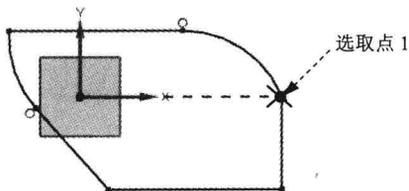

图 1.3 选取约束对象
(1) 添加约束 1。单击“约束”按钮 ; 根据系统 **选择要创建约束的曲线** 的提示, 选取图 1.3 所示的点 1, (直线的上端点) 和 X 轴, 系统弹出“约束”工具条, 单击  按钮, 添加“点在曲线上”约束。